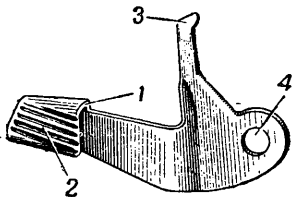

Рис. 39. Затворная задержка:
31. Затворная задержка (рис. 39) служит для удержания затвора в заднем положении по израсходовании всех патронов из магазина. В передней части она имеет выступ для удержания затвора в заднем положении по израсходованию всех патронов из магазина и кнопку с насечкой для удобства действия рукой при